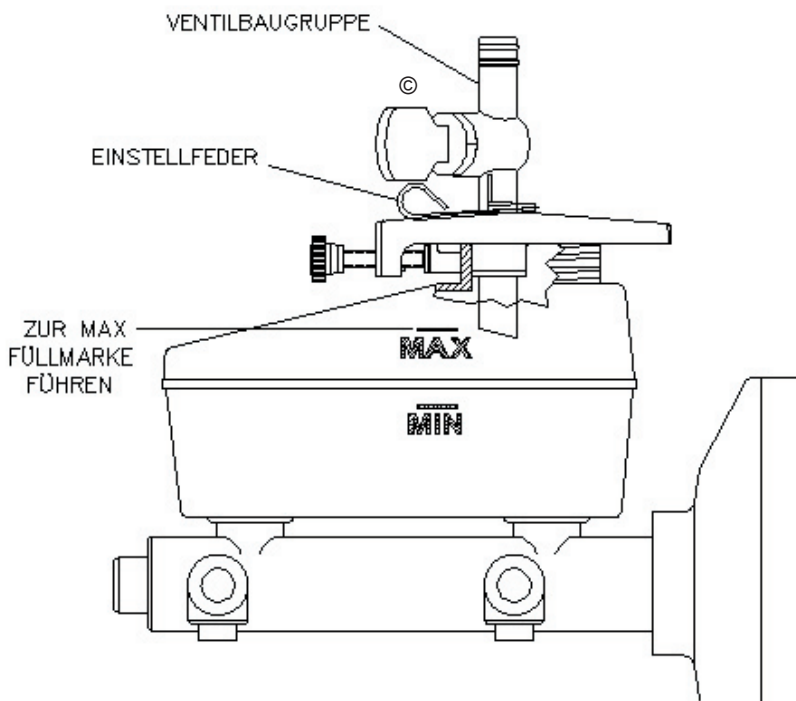

Abbildung 3
5. Die Einstellungsfeder wie gezeigt auf dem Hals der Ventilbaugruppe anbringen (Abbildung 3)
6. Den Hals der Ventilbaugruppe durch das Loch in der Auffüllvorrichtung schieben und mit der Einstellfeder das Unterteil des Halses mit der MAX Füllmarke auf dem Hauptzylinder ausrichten (Abbildung 3).